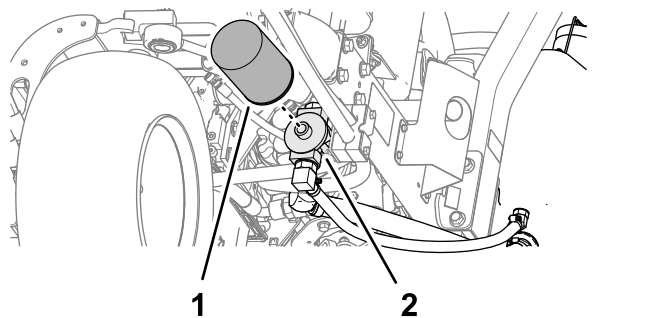

Figura 91
2. Pulite la superficie circostante il filtro. Collocate una bacinella di spurgo sotto il filtro (Figura 91), e togliete il filtro.